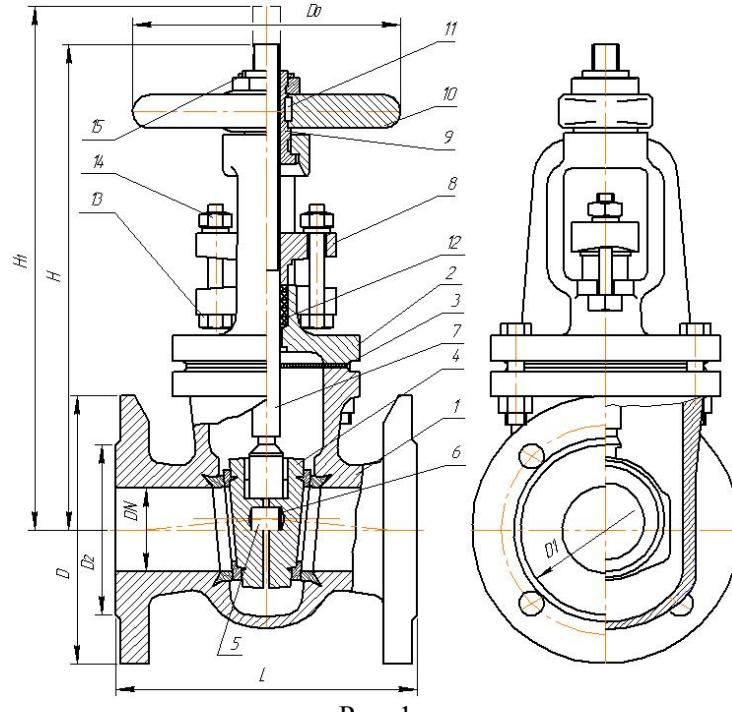

Рис. 1
4.1. Устройство задвижки (см. рисунок 1).
\* - рукоятка      \*\* - штурвал см. рис. 1